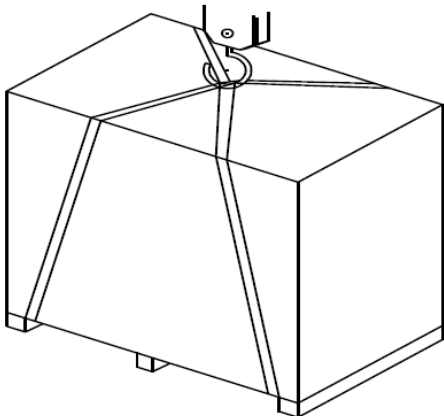

Рис. 4.1.1
- (1) Вес упаковки брутто составляет 970 кг.
- (2) Грузоподъемность крана должна превышать вес поднимаемого груза.
- (3) Подготовьте подходящие стропы.
- (4) Перепроверьте стропы перед началом работ по подъему.
- (5) Разместите стропы, как показано на Рис.4.1.1.
- (6) При подъеме грузчики должны держаться отдельно от станка, недопускать появления людей под поднимаемым грузом или в опасной близости от него.
- (7) Грузчики должны иметь соответствующую квалификацию и допуск к проведению работ.